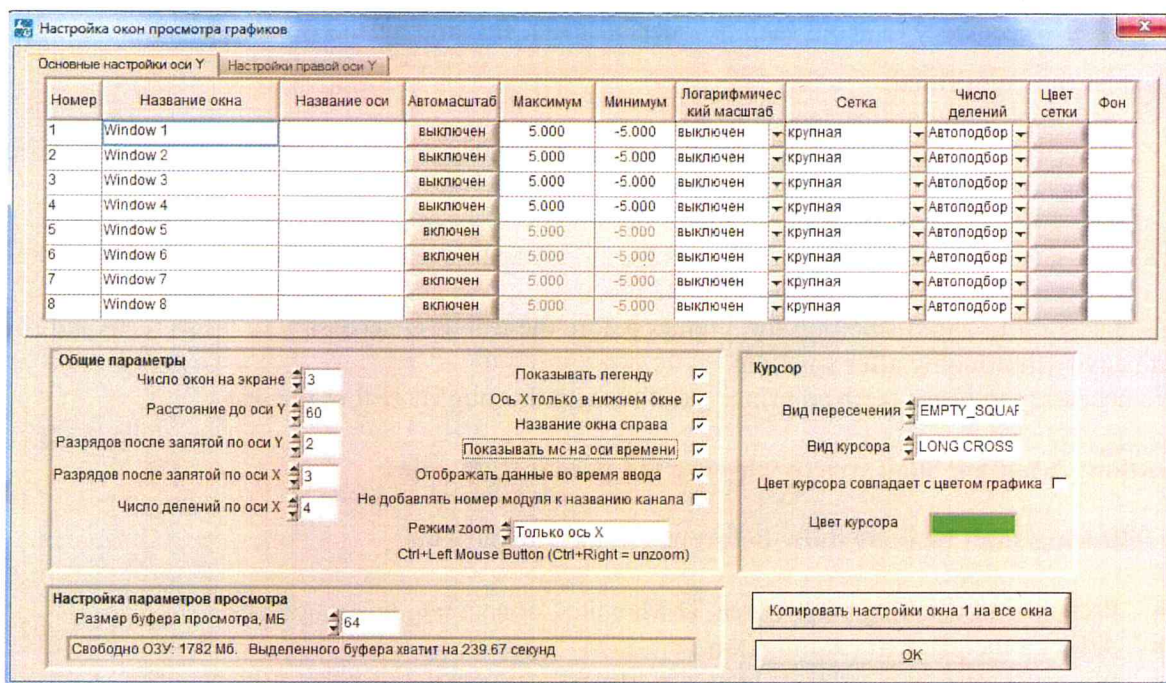

Рисунок 20. Настройка окон для просмотра графиков
13) В пункте «Основные настройки оси Y» отключите автомасштабирование для окон (Window) с 1 по 4 (рисунок 20), после чего нажмите кнопку «ОК».